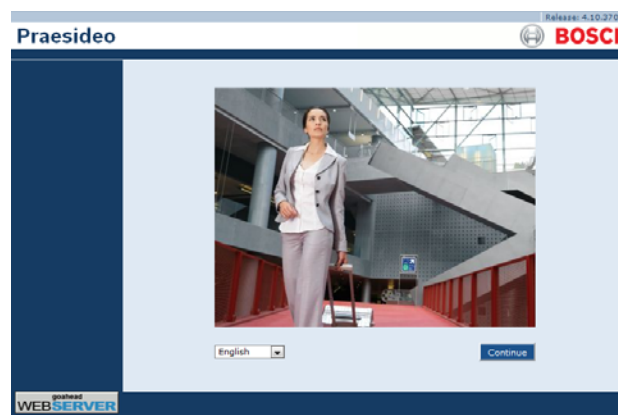

рисунок 37.6: Домашняя страница веб-интерфейса Praesideo.
- 2 В адресной строке введите IP-адрес контроллера сети. Не вводите начальные нули IP-адреса. Например, IP-адрес, отображенный в контроллере сети, - это 192.168.000.015, введите 192.168.0.15 в адресную строку. Отобразится экран, подобный экрану, изображенному на рисунок 37.6.